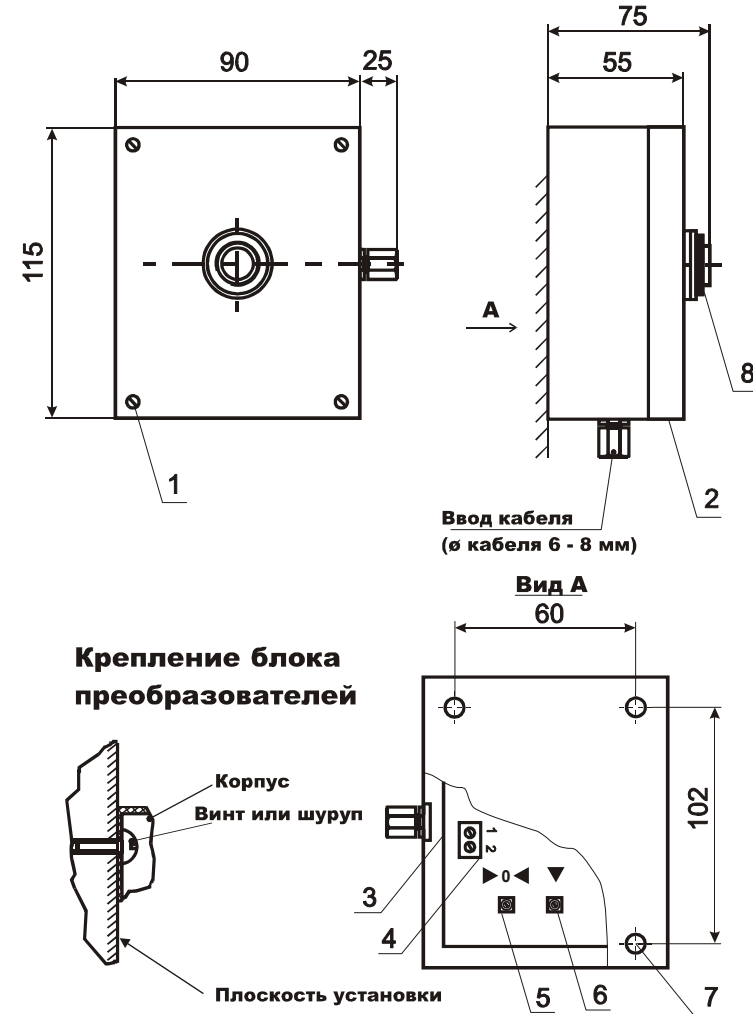

Рис. 2
2.1.2.2. ИП монтируется на заземленных или изолированных от земли конструкциях, не находящихся под напряжением. Рабочее положение ИП - любое. Габаритные и установочные размеры ИП представлены на рис. 2. ИП предназначен для настенного монтажа. С этой целью на задней стенке корпуса имеются четыре отверстия под крепление.
сти. При отклонении тока от указанного значения произведите подстройку тока резистором установки нуля (поз.5 рис.2).
Где $C_{и}$ – концентрация измеряемого компонента в ПГС, $C_{д}$ – верхний предел диапазона измерения. При отклонении тока от указанного значения произведите подстройку тока резистором установки чувствительности (поз. 6 рис.2).